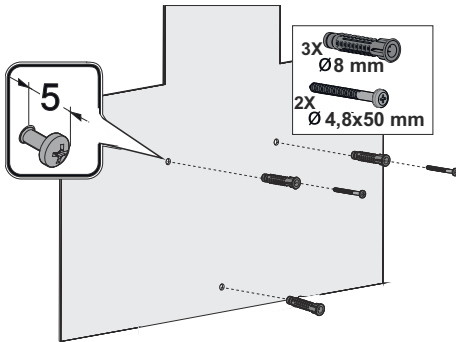

Fig. 11
3. ➤ 3. Bør et hul med et Ø8mm bor og indsæt rawplugsene (Fig. 11).
Skrue 2 stykker 4,8x50 skruer i med et mellemrum på 5 mm mellem skruehovedet og væggen (Fig. 11).